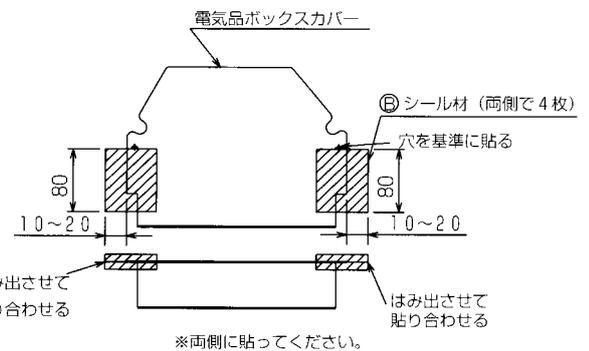

図6
3. 取出した電気品ボックスカバーに^㊸シール材を貼付けてください。(図6)
- ①作業終了後には、1.①項と逆の手順で電気品ボックスカバーおよび、コネクターカバーを取付けてください。(※ドレン水を自然排水にする場合は、下記²の手順を行った後にしてください。)